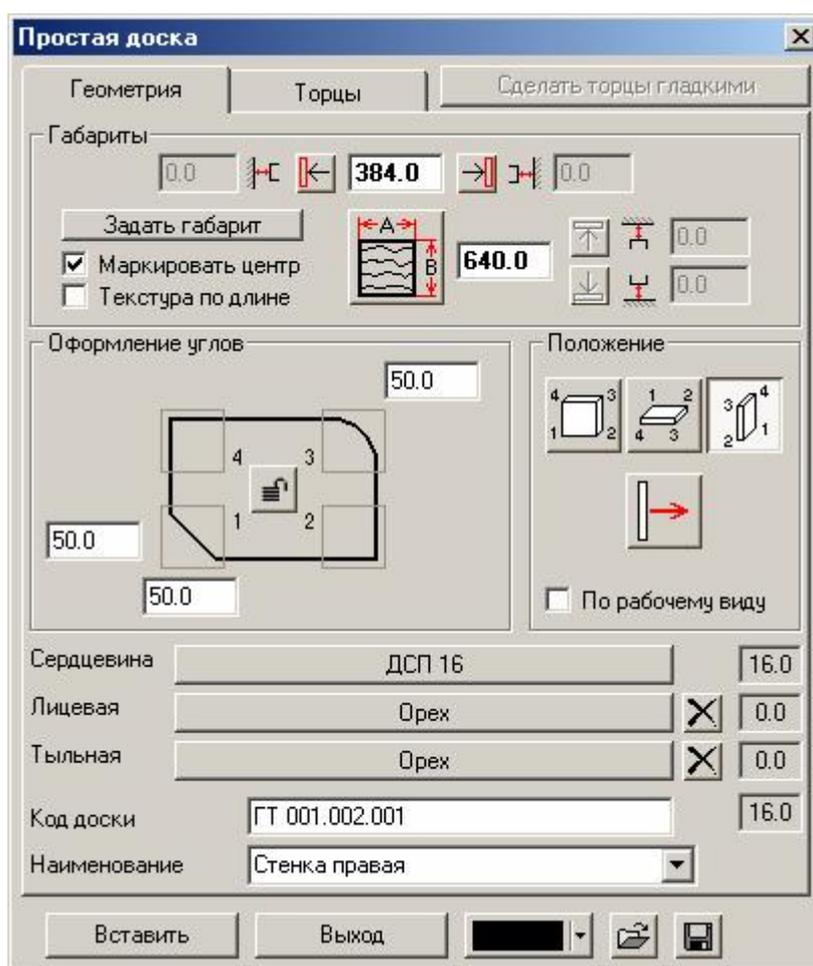

Рис. 89 Закладка *Геометрия* с заполненными полями
2. Заполнить поля закладки *Геометрия* (рис. 89) в диалоговом окне *Простая доска*.